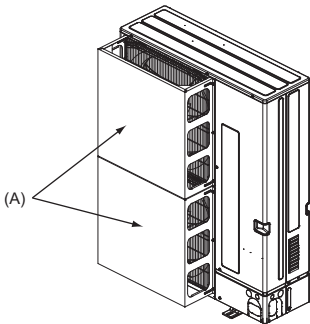
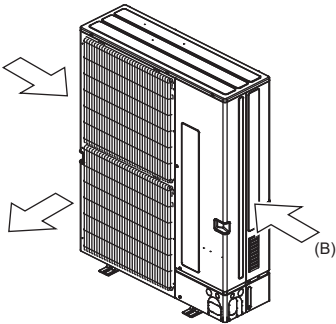

Fig. 2-4
Fig. 2-5
- Si la unidad está situada en un lugar expuesto a vientos fuertes como huracanes que puedan entrar en la salida de aire, coloque una guía de protección de aire opcional. (Fig. 2-4)
- (A) Guía de protección de aire
- (3) Coloque la unidad de manera que la salida de aire sople en dirección perpendicular a la dirección estacional del viento, si la conoce. (Fig. 2-5)
- (B) Dirección del viento